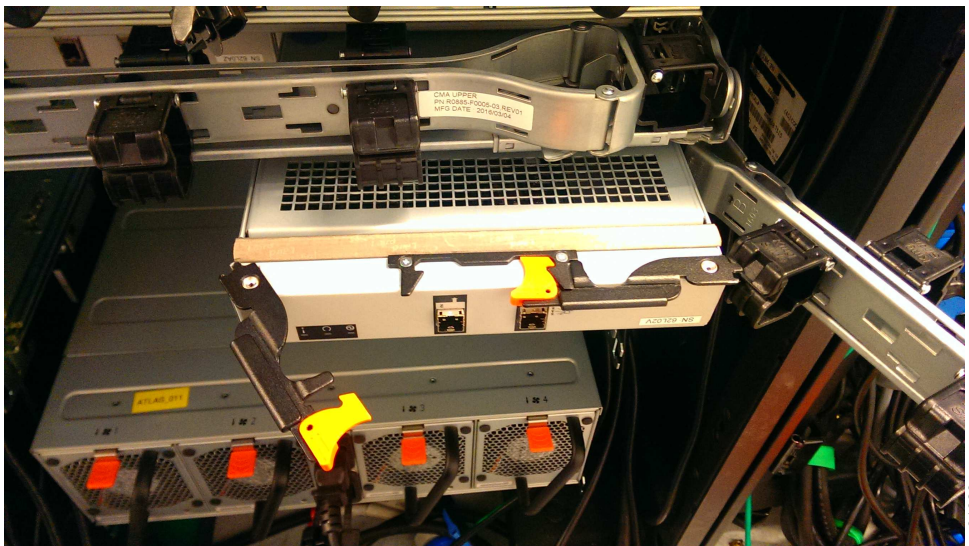

Рисунок 63. Установка кейса расширения
1. Открепите и отодвиньте кабельный кронштейн в сторону (см. рис. 63 на стр. 69). См. процедуру в разделе “Перемещение кабельных кронштейнов” на стр. 72.
4. Когда кейс расширения будет полностью вставлен, поверните каждую ручку внутрь, чтобы заблокировать его на месте (см. рис. 63 на стр. 69).